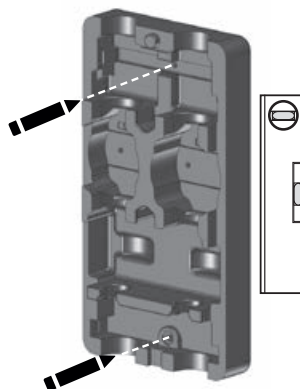

Abb. 9
1. Oberschale (1) abnehmen.
2. Einlegeblock (2) abziehen.
3. Armaturengruppe (3) aus Unterschale (4) herausnehmen.
4. Unterschale (4) lotrecht an Wand anhalten, um sie als Bohrschablone zu nutzen (Abb. 9).